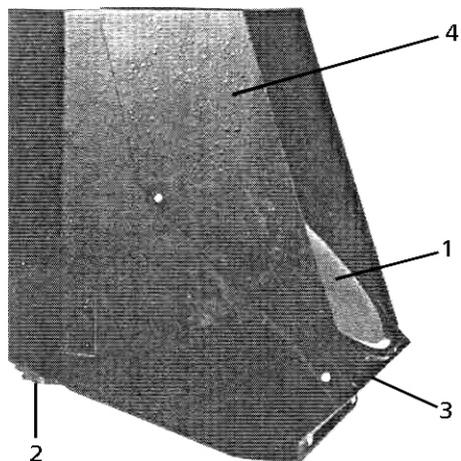

Рис. 3 – Насадка
4.3.1 Насадка (рис. 3) состоит из основания, с закрепленным на нем зеркалом на рис. не видно, кожуха 3, с 6